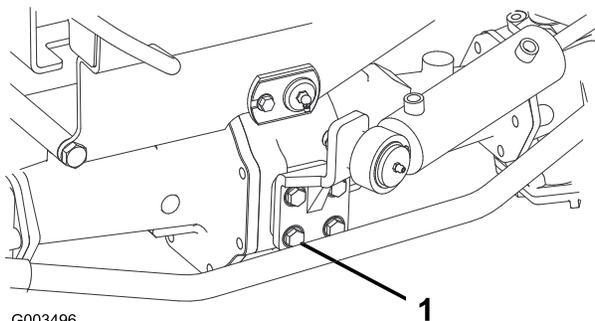

図 69
2. ステアリングシリンダのボルト4本を6581N・m 6.68.3kg・m = 4860ft-lbにトルク締めする 図 69。